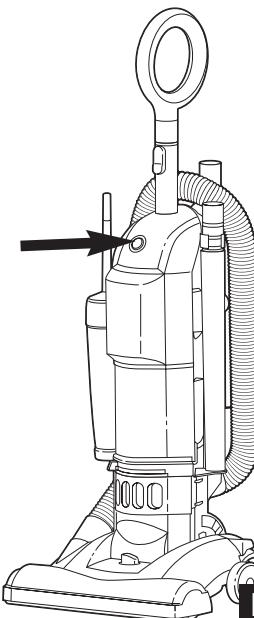

FIG. 7
ON/OFF Switch. International symbol **I** means On, International symbol **O** means Off (FIG. 7).
Sélecteur Marche/Arrêt. Le symbole international (I) signifie « Marche ». Le symbole international (O) signifie « Arrêt » (FIG. 7).
Interruptor de corriente. El símbolo internacional I significa prendido, el símbolo internacional O significa apagado (FIG. 7).